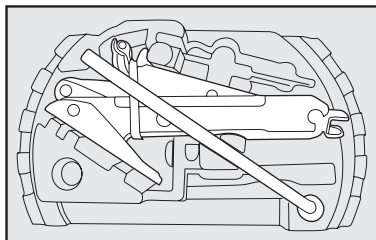

fig. 10
13) Guarde las herramientas utilizadas en los alojamientos específicos en el soporte **fig. 10**.